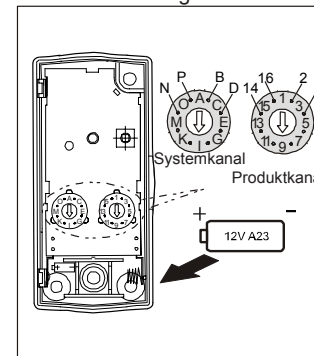

Fig. 2
2. Kanaleinstellung mit einem Schraubendreher ändern. Abb. 2